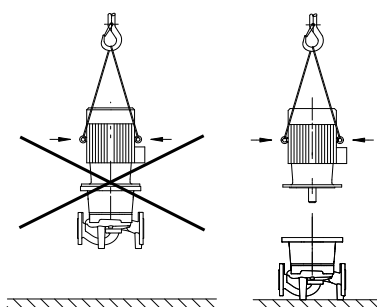

Fig. 20: Transportul motorului
- Inelele de ridicare de la motor servesc numai la susținerea sarcinii motorului și nu se pretează la susținerea întregii pompe (fig. 20).